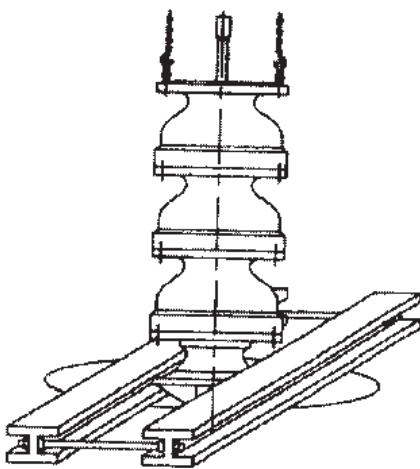

Figura 7
2. Coloque dos soportes de viga tipo I a través de la abertura de la placa base; asegúrese de que sean lo suficientemente fuertes para soportar el peso completo del ensamblaje de la bomba. Estas vigas tipo I se deben conectar por medio de barras roscadas y tuercas para que se puedan empotrar firmemente para darle soporte a la bomba. (ver Figura 7).
6. Una el eslinga a las abrazaderas de izaje o perno de ojos, levante el ensamble y colóquelo en la posición sobre la abertura de la cimentación (ver Figura 7).